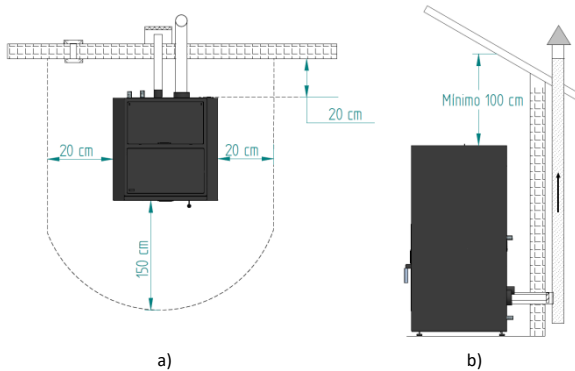

Figure 8 - Distances minimales de toutes les surfaces : a) vue supérieure de l'installation de l'équipement ; b) vue latérale de l'installation de l'équipement
Les distances minimales entre la compacte à granulés de bois et les surfaces particulièrement inflammables sont représentées sur la Figure 8.
- Conformément à ce qui est indiqué sur la Figure 8, le conduit d'évacuation doit être réalisé de façon à ce que le nettoyage et l'entretien soient garantis par l'compacteion des points d'inspection.